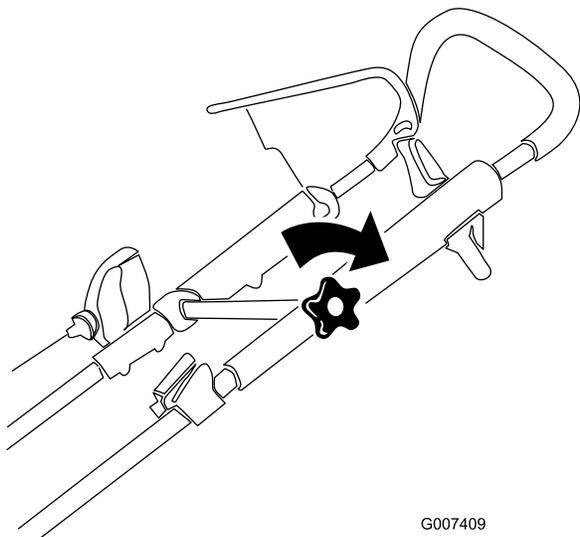

Bild 5
- Positionieren Sie den Griff nach Wunsch und Ziehen Sie das Handrad des oberen Griffs fest (nur Modell 20996) (Bild 5).